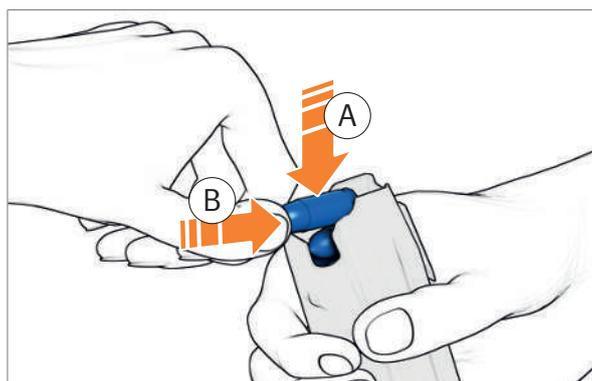

Abb. 49: Magazin füllen
2. Patrone unter die Magazinlippen drücken (Abb. 49).
3. Patrone bis zum Anschlag nach hinten schieben (Abb. 49).